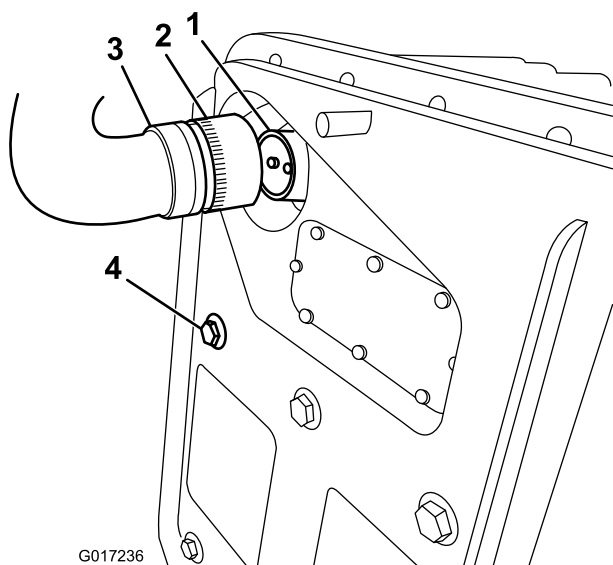
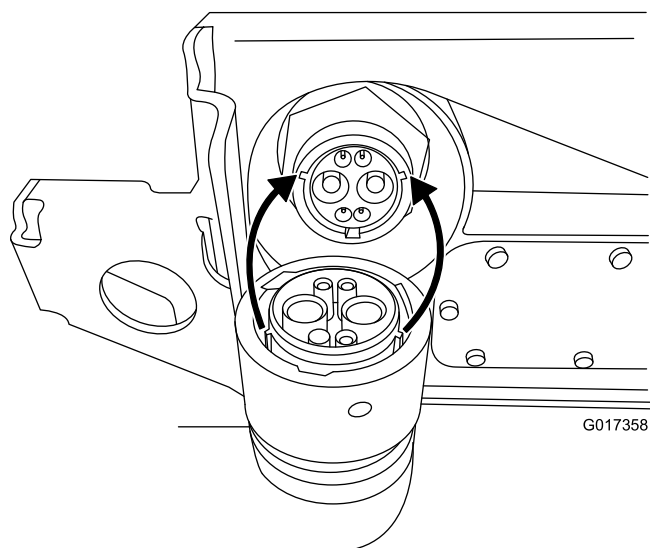

Figura 10
Figura 11
9. Alinhe as patilhas no interior do tampão de alimentação da cablagem com as ranhuras no receptáculo da bateria. Pressione o conector de cablagem no conector da bateria (Figura 10 e Figura 11).